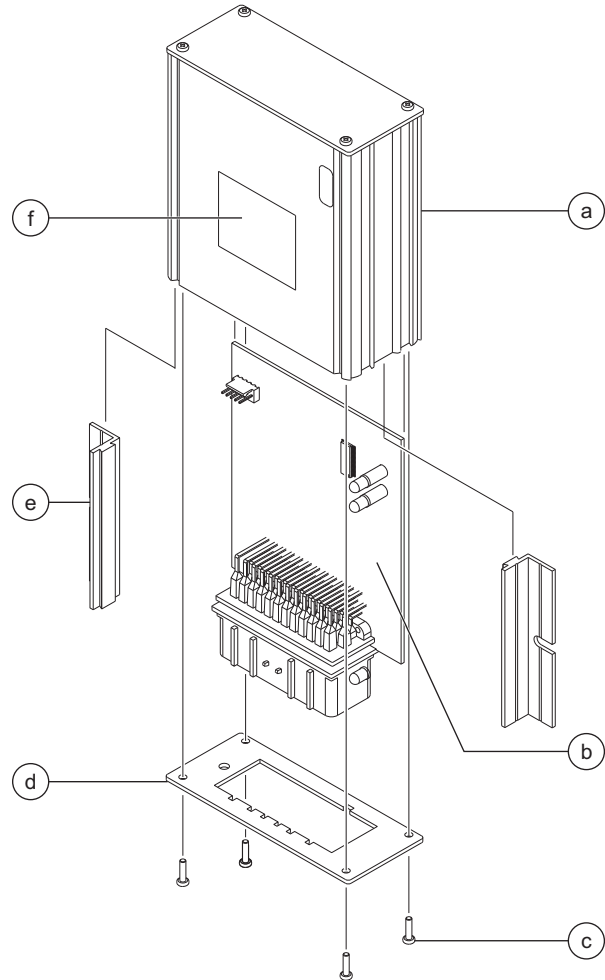

Ilustración 5
- 13 Retire los elementos de fijación que fijan la cubierta inferior a la carcasa del ECM. Deposite a un lado la cubierta y los elementos de fijación. Ver ilustración 5.
- 14 Retire cuidadosamente la placa de circuitos de la carcasa del ECM. Ver ilustración 5.